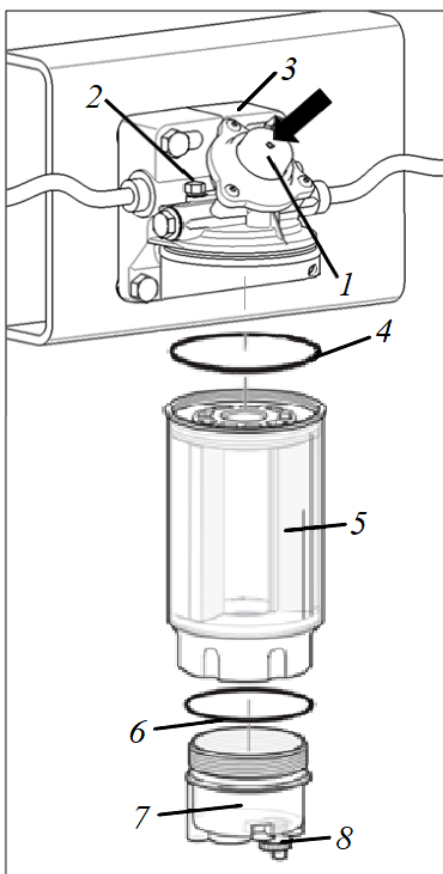

Рисунок 5.26. Процедура замены фильтра грубой очистки топлива
5.8.3. Замена фильтра предварительной (грубой) очистки топлива (рис. 5.26)